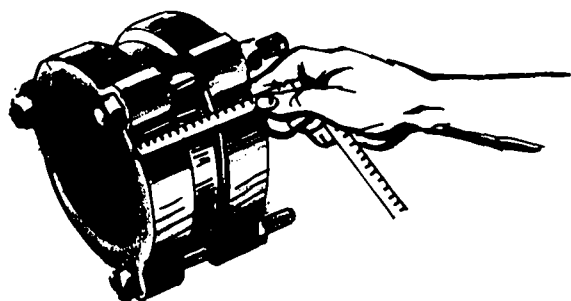

FIG. 3
6.º Passo — Meça o comprimento da luva (fig. 3).